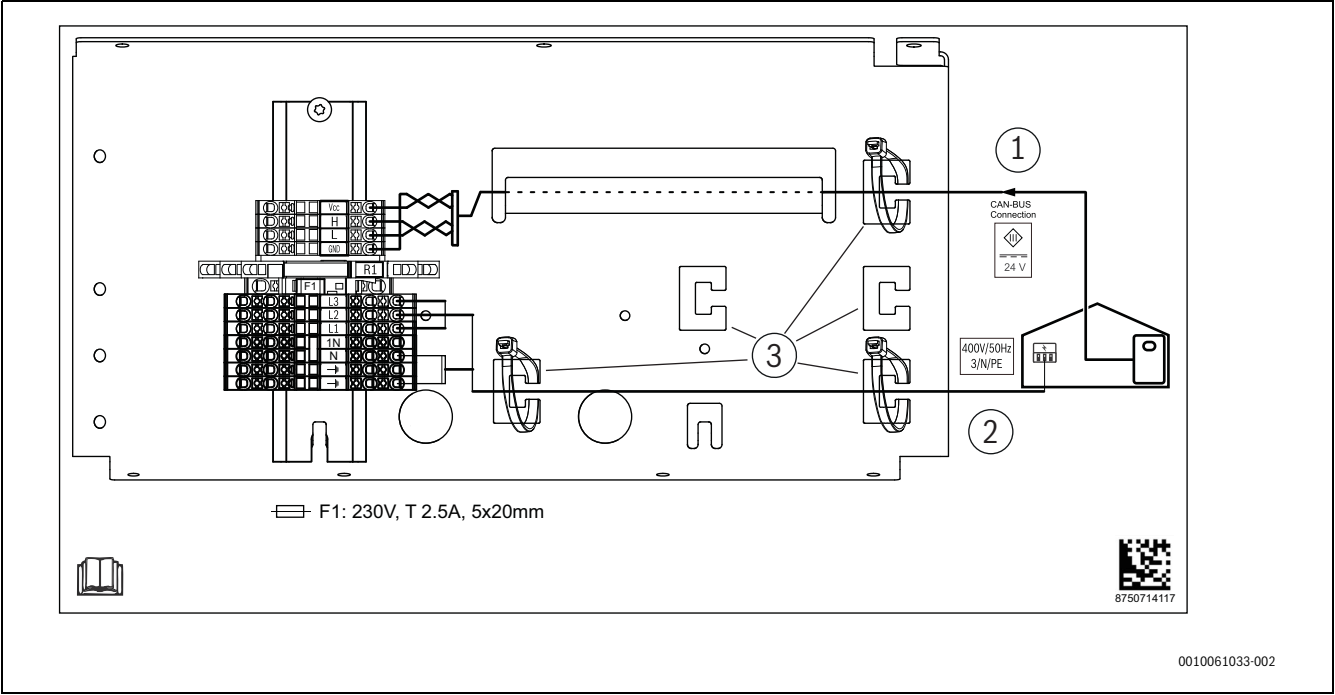

Bild 44 Anschlussklemmen im Anschlussbereich der Installation
- ▶ CAN-BUS-Anschlusskabel und Anschlusskabel für die Spannungsversorgung durch die Kabelkanäle der Installationsfläche führen. Zur elektrischen Schnittstelle → Abbildung 44.
- ▶ Kabel wie in → Abbildung 44 gezeigt anschließen.